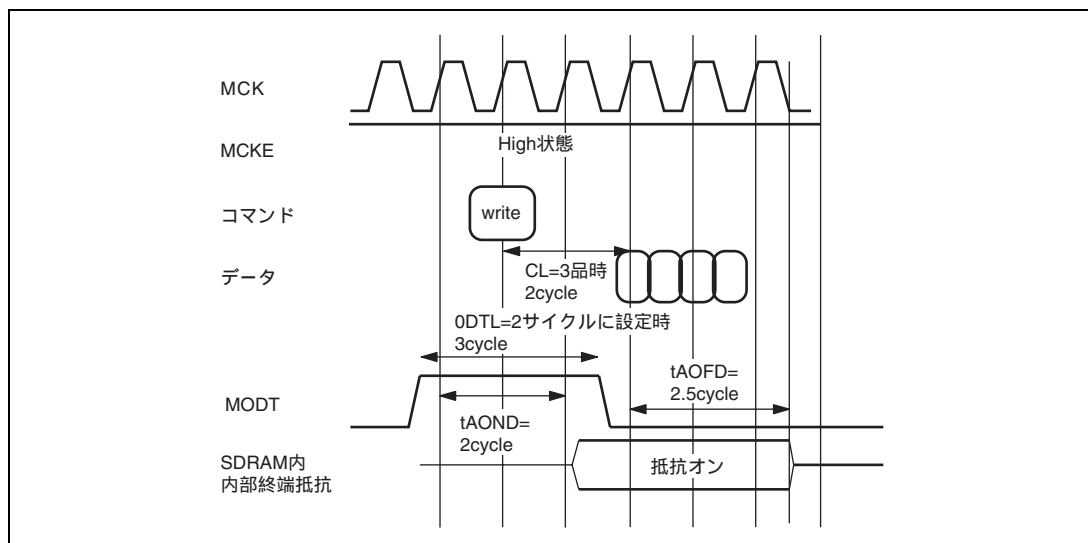

図 15.21 CL=3 のときの ODT 制御信号
- SDRAMへODT制御信号を出力する場合、CASレイテンシはDDRクロックで最低3サイクル、かつ、SDRAM タイミングレジスタ3のMODT信号アサート期間設定ビット (ODTL) を2サイクルに設定してください。図 15.21に示すように、MODT信号をアサートします。